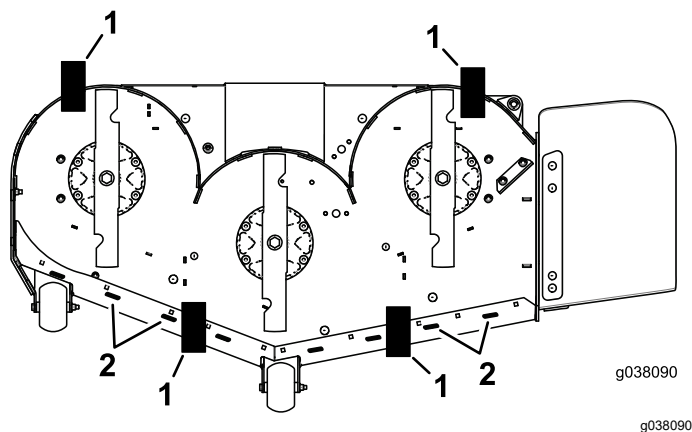

Figura 109
11. Coloque 2 bloques (ver *Altura de bloque y soporte*) debajo del borde trasero del faldón de la carcasa de corte, uno en cada lado de la carcasa de corte (Figura 109).